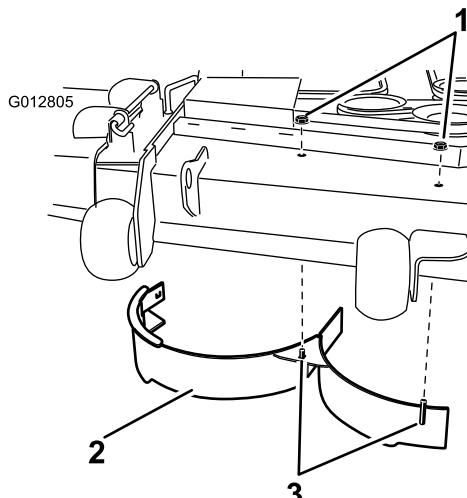

Figure 34
10. Retirez les deux contre-écrous (5/16 inch) qui fixent les montants soudés du déflecteur droit sur le dessus du plateau de coupe, au centre et à droite du centre (Figure 34). Déposez le déflecteur droit du plateau de coupe.